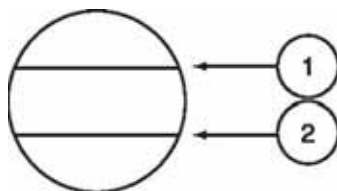

Рисунок 11 – Уровень масла компрессора
- Проверьте уровень масла (в состоянии покоя). Уровень должен достигать, по крайней мере, середины имеющегося на корпусе индикатора уровня. Для определения правильного уровня см. Рисунок 11.